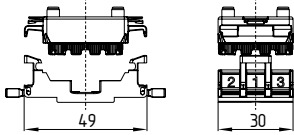

Fig. 6: Ex-RLM
- Montare gli elementi luminosi sul portacontatti nella posizione centrale: Seguire la stessa procedura descritta per gli elementi di contatto nei passi da 2 a 5. Una volta agganciato il portacontatti alla flangia di montaggio, anche le alette di tenuta vengono fissate automaticamente (vedere Fig. 6). In tal modo si evitano errori di montaggio. Verificare ancora una volta il corretto assemblaggio. L'elemento luminoso RLDE deve essere sempre montato nella posizione centrale del portacontatti (pos. 1).